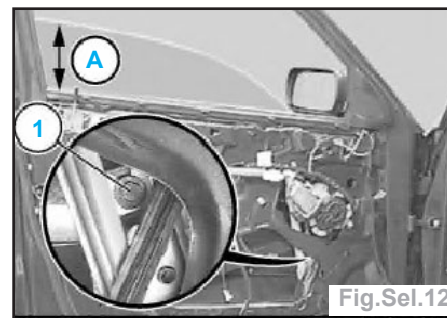

Fig.Sel.12
- Desserrer la vis (1) (fig.Sel.12).